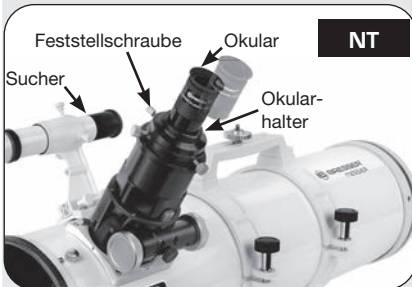
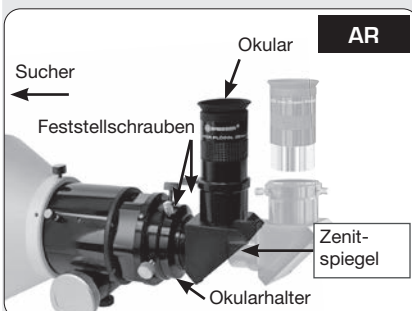

Abb. 10a: Setzen Sie das Okular ein und ziehen Sie die Schrauben fest.
Abb. 10b: Setzen Sie das Okular in den Zenitreflektor ein und ziehen Sie die Schrauben fest.
10. Einsetzen des Okulars: NT-Modelle (Abb. 10a): Entfernen Sie zuerst die Staubschutzkappe vom Okularhalter auf der Fokussiereinheit. Legen Sie die Staubschutzkappe an einen sicheren Platz und setzen Sie sie wieder ein, wenn Sie mit dem Beobachten fertig sind, damit kein Schmutz in das Teleskop eindringt. Öffnen Sie die Okularklemmschrauben (1, Abb. 1a) und setzen Sie das mitgelieferte Okular (3, Abb. 1a) in die Okularhalterung ein. Ziehen Sie anschließend die Schrauben handfest an, damit das Okular nicht herausrutscht. AR-Modelle (Abb. 10b): Entfernen Sie zuerst die Staubschutzkappe von der Okularhalterung auf der Fokussiereinheit. Legen Sie die Staubschutzkappe an einen sicheren Platz und setzen Sie sie wieder ein, wenn Sie mit dem Beobachten fertig sind, damit kein Schmutz in das Teleskop eindringt. Öffnen Sie die Okularrändelschrauben (A Abb. 10b) und setzen Sie das mitgelieferte Okular (B Abb. 10b) in die Okularhalterung ein. Ziehen Sie anschließend die Schrauben wieder gut fest, damit das Okular fest sitzt.